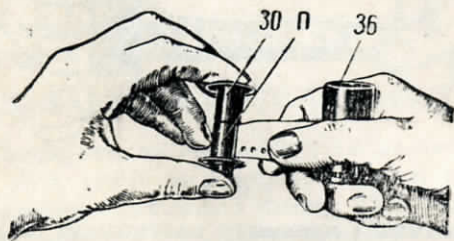

Рис. 9.
5. Возьмите приемную катушку 30 в левую руку, а заряженную кассету в правую и, как показано на рис. 9, укрепите конец фотопленки под пружину «П» катушки. Обратите внимание, чтобы несрезанная сторона фотопленки была плотно прижата к фланцу катушки.